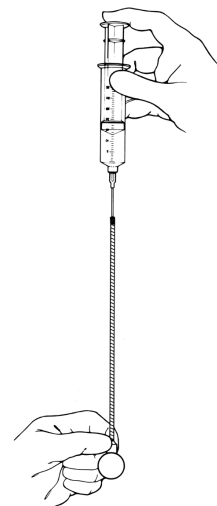

Figura 4-3b. Umpleți balonașul
6. Umpleți balonașul cu 20 cc de soluție de umplere. (Figura 4-3b)